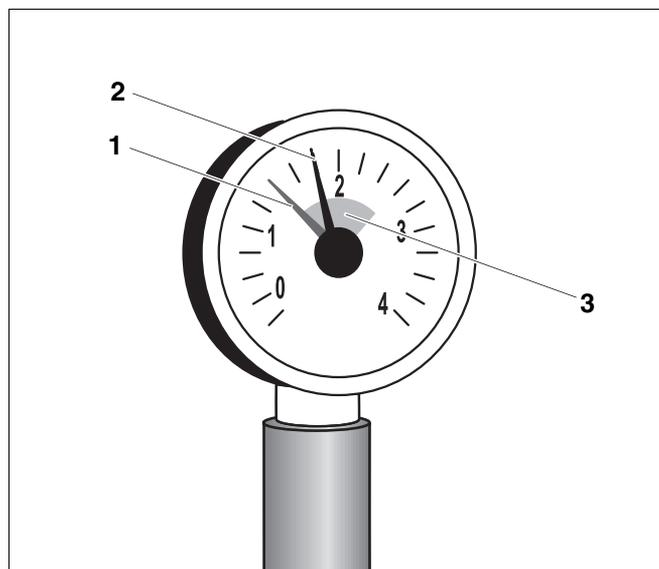

Abb. 42 Manometer für geschlossene Heizungsanlagen
- Roter Zeiger (Abb. 42, **Pos. 1**) des Manometers der Heizungsanlage auf den erforderlichen Mindestdruck von einem bar einstellen.